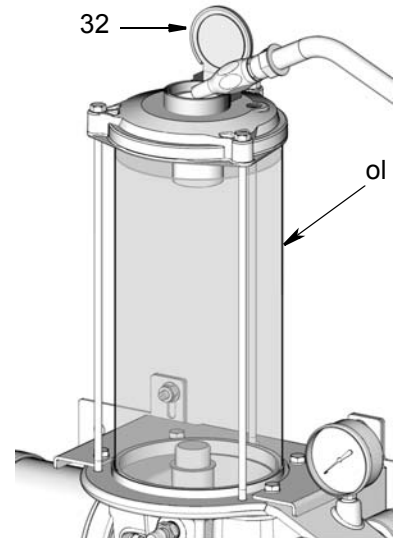

图 7
2. 慢慢添加机油 (o1)，直到液箱注入到其容量 (图 7)。小心向液箱不要注入过快和超过液箱的容量。
3. 关闭机油注入盖 (32)，防止污染和溢出 (图 7)。